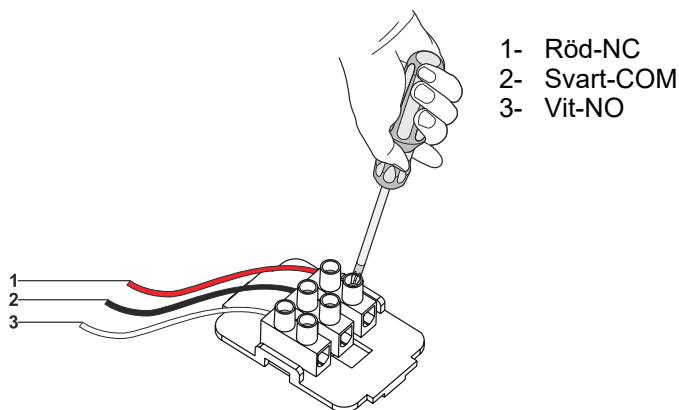

Fig. 14
- 1. ➤ **NC / COM:** När dessa 2 anslutningar används och fläkten stängs av kommer fläkten skicka en signal till den anslutna enheten. (Fig. 14)
- 2. ➤ **NO / COM:** När dessa 2 anslutningar används och fläkten sätts på kommer fläkten skicka en signal till den anslutna enheten. (Fig. 14)